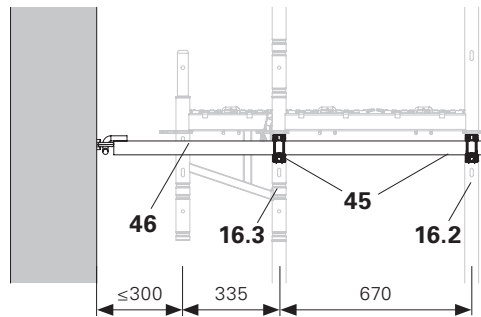

Bild E1.05
Om väggförankringskoppling EWC (45) användas, kan även alla konsoler ECM 33 / 67 / 100 (62-64) förankras. (Bild E1.05 + E1.06)